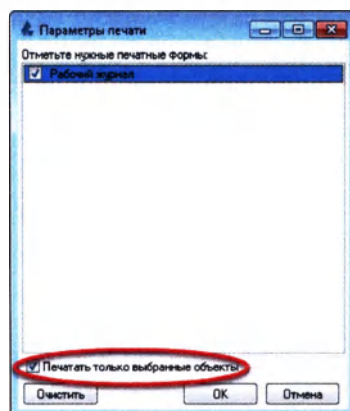

Рисунок 5.95
5. При необходимости распечатать только выбранные элементы из журнала, поставьте флаг в поле **«Печатать только выбранные объекты»** (Рисунок 5.95):